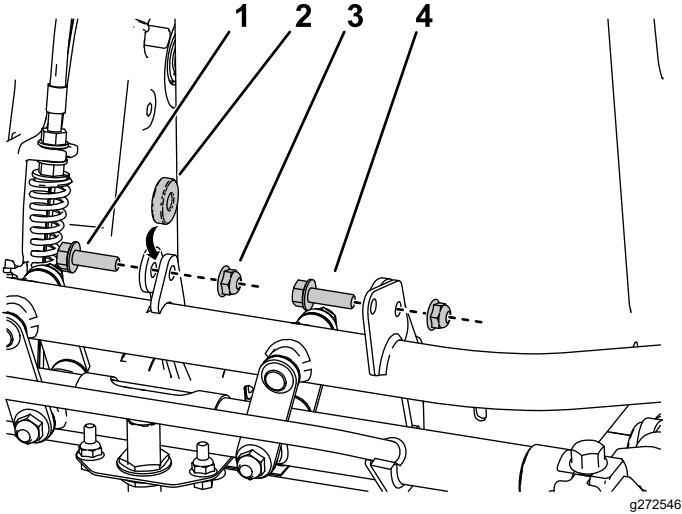

图 10
1. 如**图 10**所示将新电池平台的正面对准机架然后安装五金件。